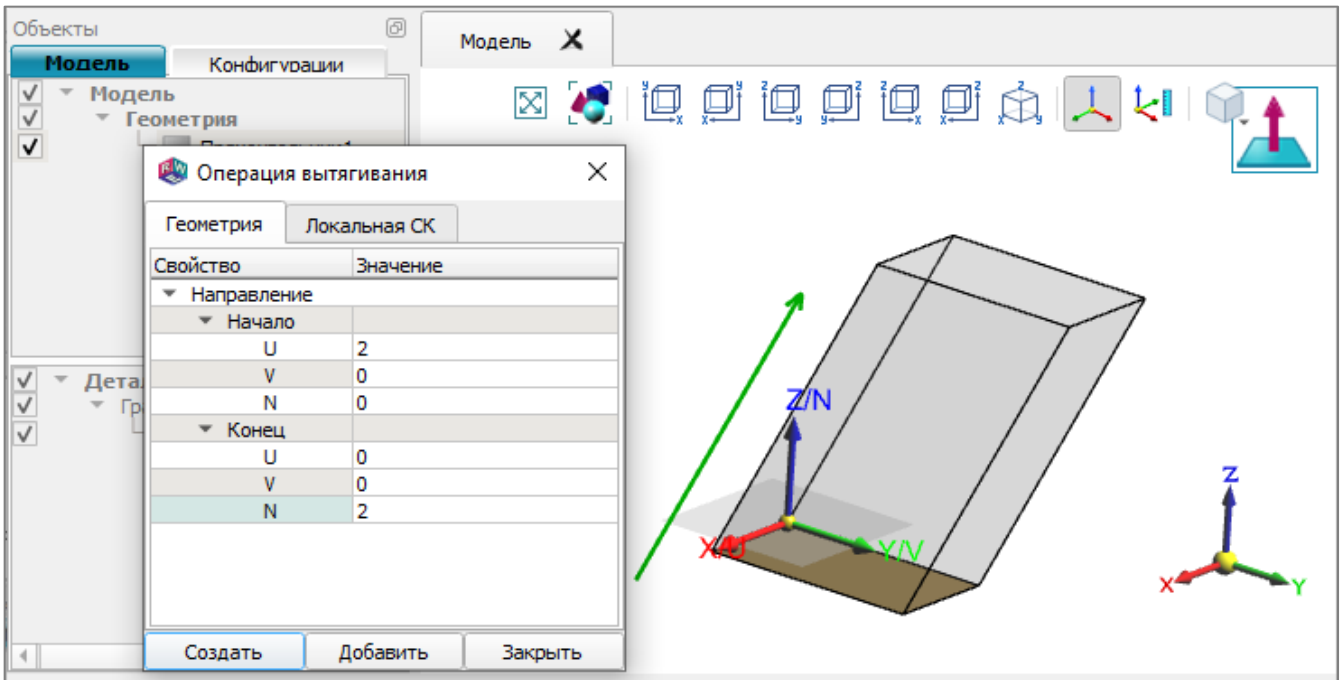

Рис. 17
2) выполнить команду  «Вытягивание» и в диалоговом окне «Операция вытягивания» отредактировать ее свойства, задав координаты направления вытягивания (рис. 17);